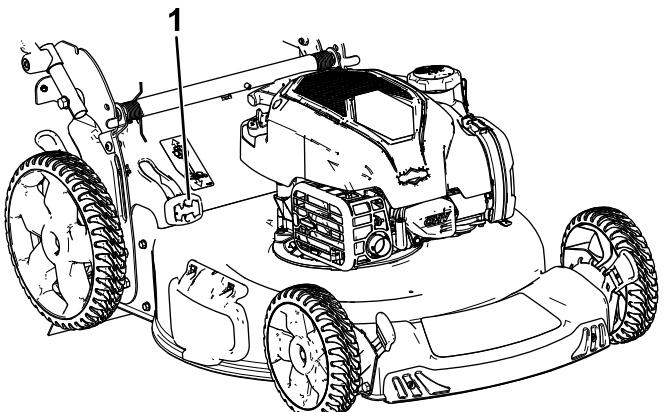

Figura 18
- Per insaccare erba e sfalcio, premete il pulsante sulla leva Bag-on-demand e spostatela in avanti fino a quando il pulsante sulla leva non si solleva di scatto (Figura 18).